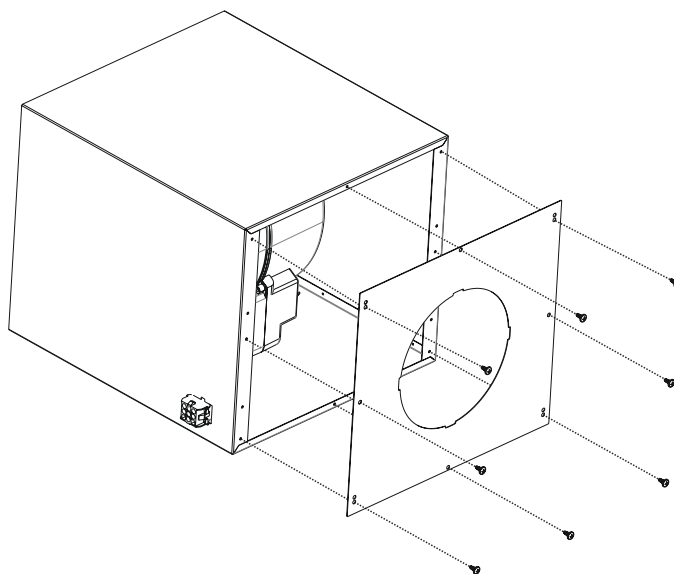

Fig. 24
4. ➔ Montera nu adapterplattan med ett runt hål för att tillsluta motorhusets öppna ände. Skruva fast plattan med 8st skruvar (Fig. 24).